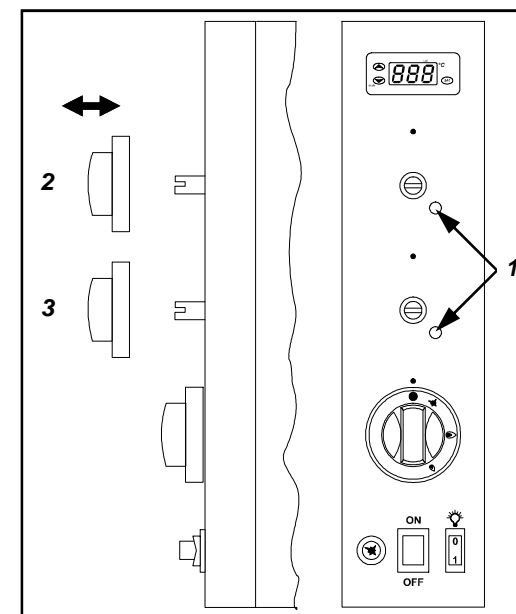

FIG.10 (RÉGLAGE MINIMUM BRÛLEURS PLAFOND ET SOLE)
- E) RÉGLAGE MINIMUM DES BRÛLEURS DE VÔUTE ET DE SOLE. POUR LE FONCTIONNEMENT EN GPL (G30-G31) LE MINIMUM EST FIXE ET LA VIS (FIG.10-RÉF.1) DOIT ÊTRE VISSÉE À FOND; POUR LE FONCTIONNEMENT AVEC DES AUTRES TYPES DE GAZ LE MINIMUM EST RÉGLABLE COMME SUIVANT: ENLEVER MANUELLEMENT LA POIGNÉE DU BRÛLEUR DU PANNEAU DE CONTRÔLE (FIG.10-RÉF.2/3):
-DEVISSER LA VIS (FIG.10-RÉF.1) DE 2/3 DE TOUR ET INSÉRER DE NOUVEAU LA POIGNÉE.
-ENLEVER ENCORE LA POIGNÉE ET VISSER LA VIS (FIG.10-RÉF.1) JUSQU'À CE QUE LA FLAMME RESTE STABLE